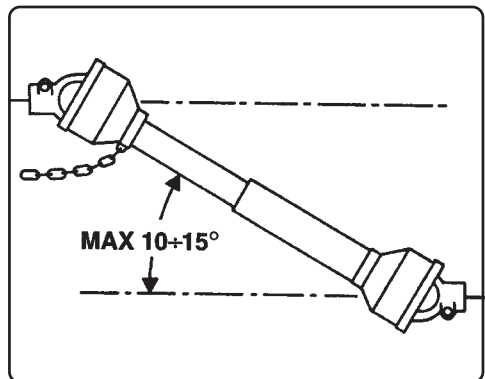

Fig. 5
- Die Kardanwelle immer abkuppeln, wenn sie zu stark abgewinkelt ist, nie über 10 - 15° (Abb. 5).